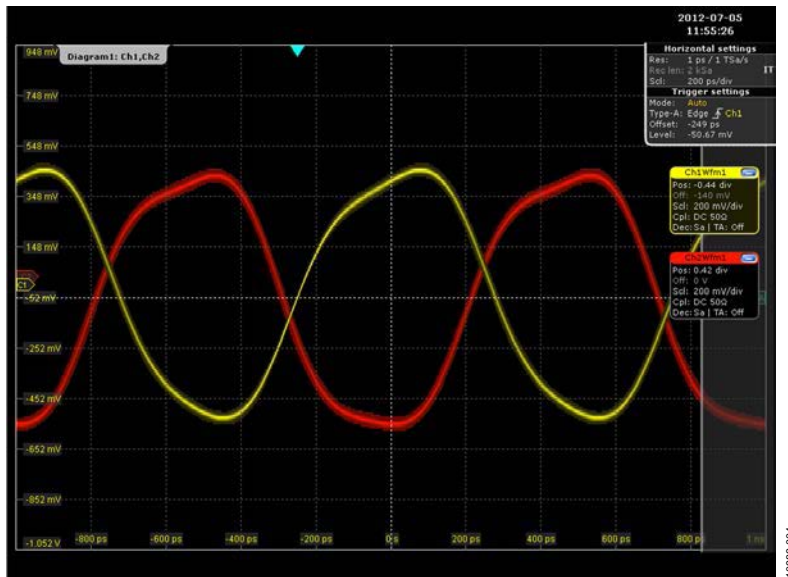

图4. 1 GHz逻辑信号的ADCLK948示波器输出，水平轴：200 ps/DIV，垂直轴：200 mV/DIV
4. 将 ADCLK948/PCBZ 的差分输出 OUT2/ $\overline{\text{OUT2}}$ 与高速示波器相连。有关 1 GHz 输出的典型波形，请参见图4。